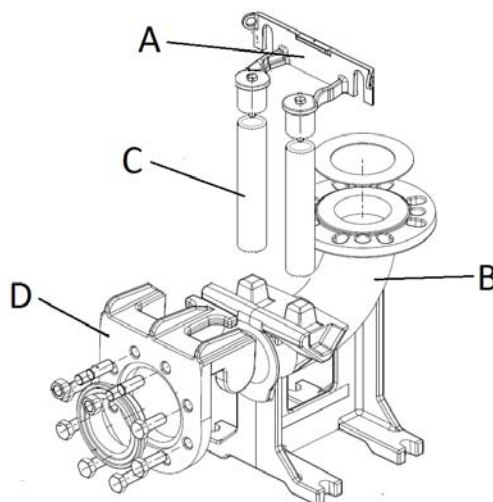

Fig. 5
- Fixar o estribo de ancoragem dos tubos (fig. 5 - pos. A) de guia no bordo do tanque.
- Posicionar no fundo do poço o pé de suporte para o acoplamento automático (fig. 5 - pos. B) e controlar, através de um fio de prumo, que as saliências cónicas para o engate dos tubos guia estejam perfeitamente perpendiculares às correspondentes saliências do estribo de ancoragem do bordo do tanque. Verificar também que o pé esteja plano por meio de um nível de bolha de ar.
- Marcar a posição das aberturas presentes no pé de suporte, então levantar o comprimento exacto dos tubos de guia (fig. 5 - pos. C).
- Montar o flange especial (fig. 5 - pos. D) em corredeira e guia na boca de compressão da bomba e enganchar a corda ou corrente na pega ou abertura na parte superior do corpo.